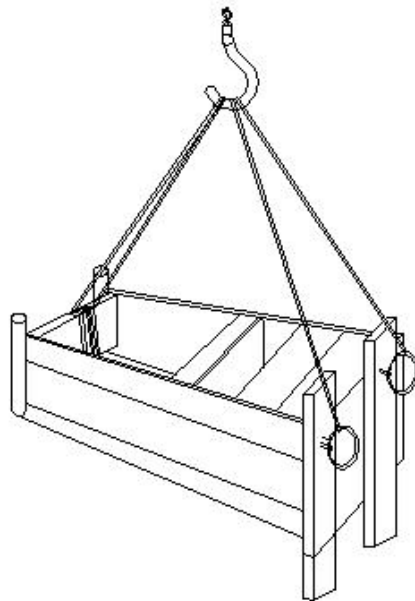
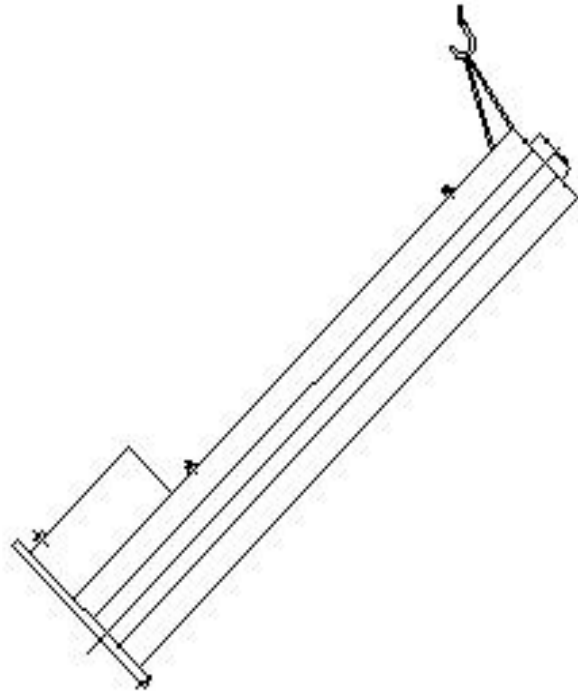
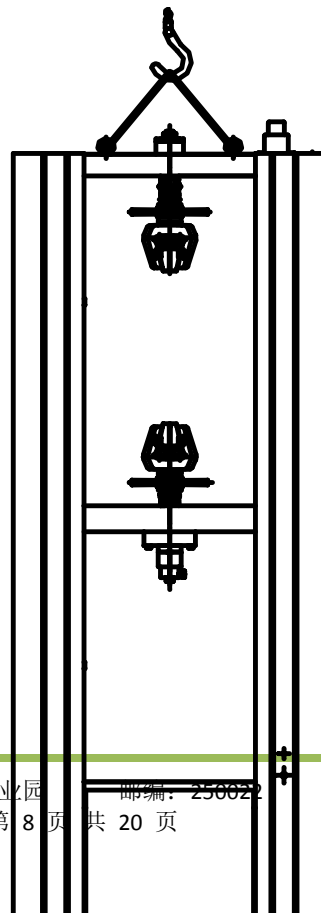

图 7 主机起吊图(步骤一)
图 8 主机起吊图(步骤二)
图 9 主机起吊图(步骤三)
6.1.1 该试验机采用木制包装箱运输。试验机开箱去除机衣后，请先按照附件包装箱内随机文件中的《装箱单》仔细清点试验机，检查随机文件、工具、试验机附件是否完整。完全打开主机包装箱后，拆除所有用于将主机固定在包装箱上的螺钉等紧固装置，先按照图 7 用软绳起吊主机，放置于平坦的地面上，然后依次按图 8 立起主机、按图 9 平移主机，最后放置在安装位置。